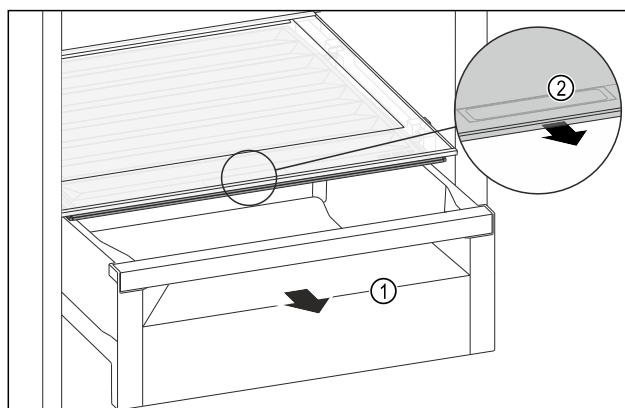

Fig. 137
- Zásuvku Fig. 137 (1) vytáhněte.
- Uchopte prohlubeň pro rukojeť Fig. 137 (2) na víku zásuvky a současně zatáhněte za víko zásuvky směrem dopředu.